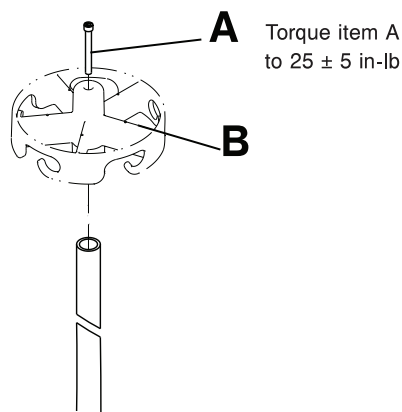

图14-32: 静脉输液架顶盖更换
1. 使用一个3/16"六角扳手，从静脉输液架顶盖(B)中心卸下六角螺钉(A)。保留螺钉(图14-32 第14-50页)。